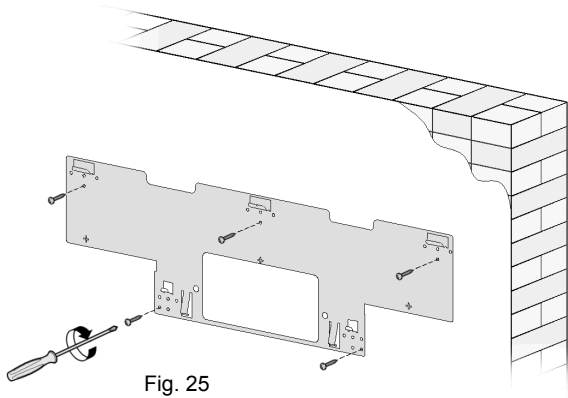

Fig. 25
- Skruva fast fästplåten i väggen, se fig. 25. Använd de medföljande skruvarna.